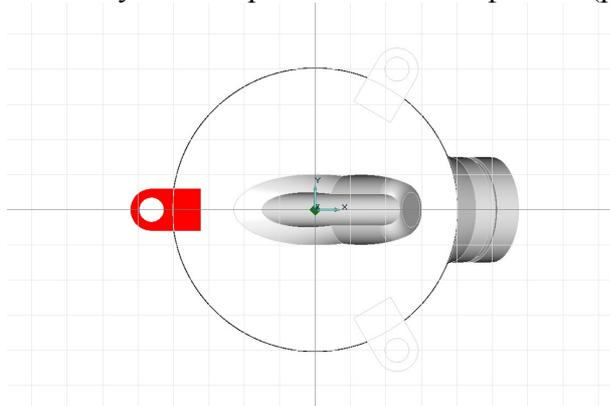

Рис. 2.24 Угловое копирование фланца.
5. В появившейся строке ввода значений введите: Угол = 120, Число = 2; нажмите «ОК» или «Enter». Будет построено две копии фланца (рис. 2.24).